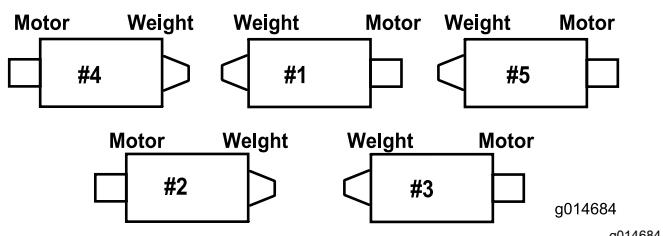
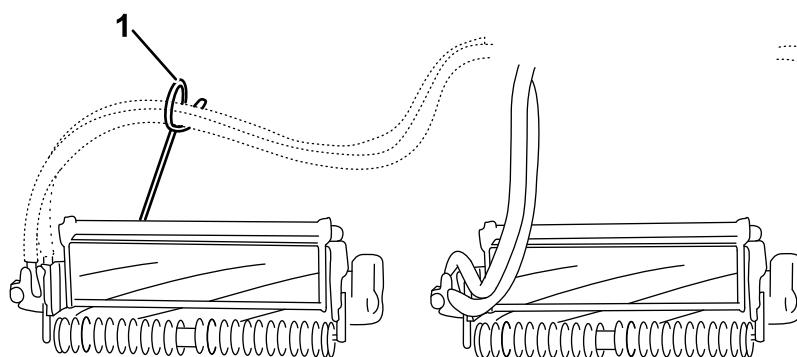
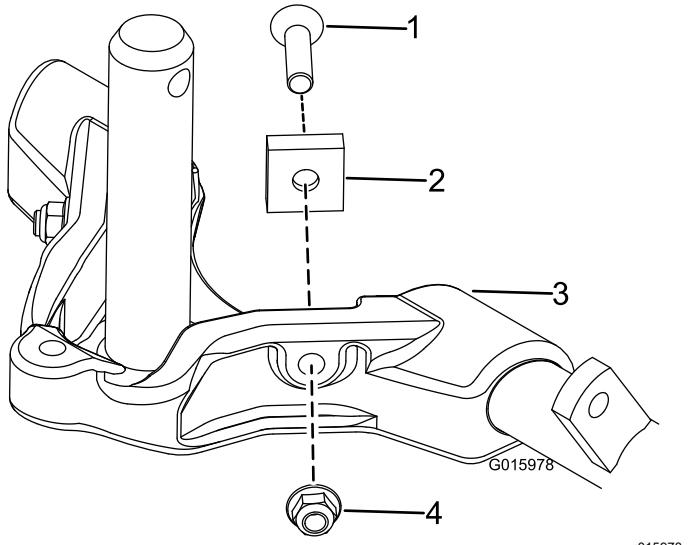

図 12
図 14
図 15
**重要#4**左前カッティングユニットと、#5右前カッティングユニットでは、ロッドブラケット取り付けナットを使って、各ユニットのタブの前に、ホースガイドを取り付ける。ホースガイドは、中央カッティングユニットに向かって傾斜するのが正しい図 12図 14。
6. 後ろのカッティングユニット2番と3番のキャリア・フレームから、ピボット・スペーサ、六角ソケットねじ、およびフランジロックナット各2図 15を取り外すことにより、これらのカッティングユニットの首振り追従性能を向上させることができます図 12。